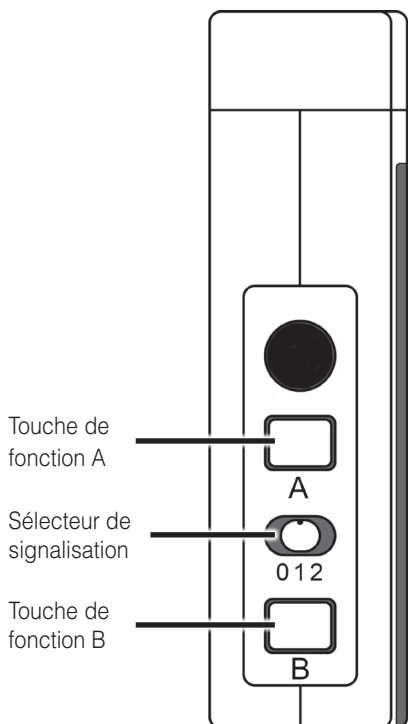

Figure 2 : Réglage au côté gauche
À l'aide de l'interrupteur coulissant de sélection du signal (fig. 2 « 0 1 2 »), vous pouvez choisir le type de signalisation. Veuillez noter que les symboles sont toujours éclairés par des DEL de couleur.
- a) Appuyez longuement sur le bouton «A» (fig. 2). Les symboles s'allument les uns après les autres. Relâchez la touche dès que le symbole souhaité s'allume.
- a) Appuyez longuement sur le bouton A (fig. 2). Les symboles s'allument les uns après les autres. Relâchez la touche dès que le symbole souhaité s'allume.
- b) Ensuite, appuyer sur les boutons A et B (fig. 2) en même temps jusqu'à ce que tous les symboles s'allument.
En poussant sur le bouton «A» (fig. 2), le dernier signal émis peut à nouveau être affiché. De la même manière, un signal qui vient d'être émis peut être « effacé » en appuyant sur ce bouton.